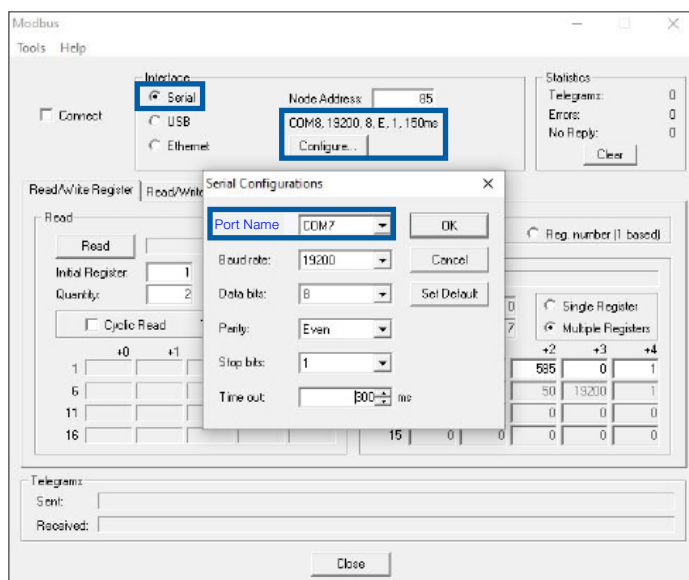

Figura 14 - Configuración de parámetros Modbus
- Paso 3: Configuración del puerto común de comunicación (Vea la Figura 14).